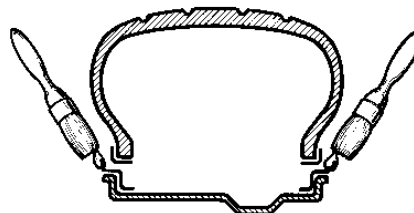

Рис.44
- Смажьте оба борта шины и поверхность диска (Рис. 44).